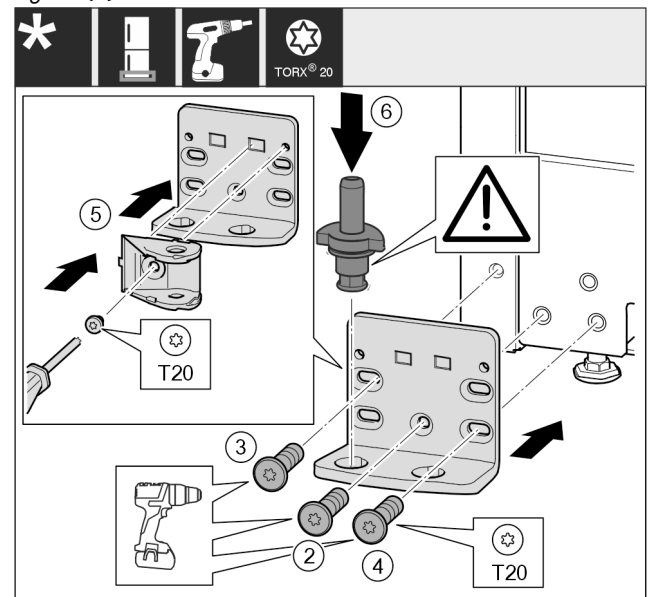

Fig. 26
- ▶ Postavite podložak ležaja na drugoj strani i zavijte pomoću odvijača T20. Započnite s vijkom 2 dolje u sredini. Fig. 26 (2)
- ▶ Pritegnite vijak 3 i 4. Fig. 26 (3,4)
- ▶ Okrenite spojni element prigušivača zatvaranja za 180°. Na drugoj strani podloška ležaja zavijte pomoću odvijača T20. Fig. 26 (5)
- ▶ Kompletno umetnite podložak ležaja. Pri tome pazite da je ispuščenje za blokiranje okrenuto prema otraga. Fig. 26 (6)